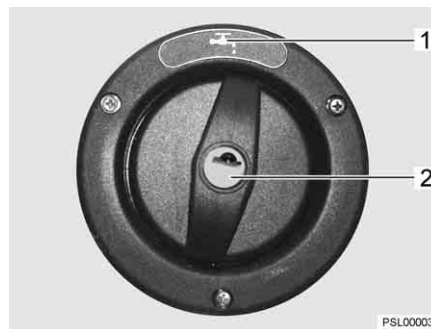

Bild 53 Lock för påfyllningsöppningen för dricksvatten
- ▷ Påfyllningsöppningen för dricksvatten är märkt med symbolen "🔑" (Bild 53,1).
- Stick in nyckeln i låscylindern (Bild 53,2) och vrid moturs.